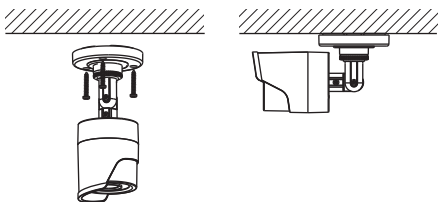

图3-2 安装摄像机
- 3.安装红外摄像机，使用自攻螺钉直接安装摄像机，如图3-2所示。